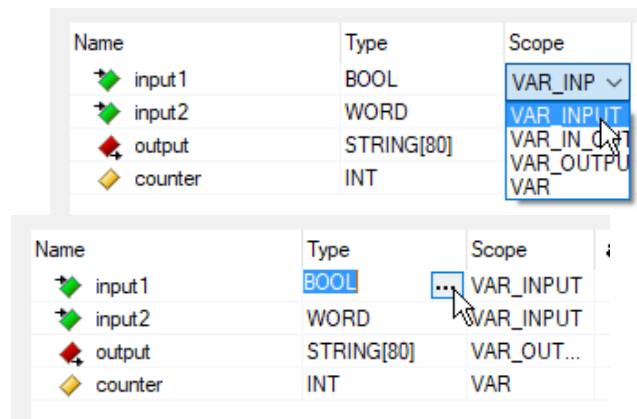

Рисунок 4.4.15 Выбор назначения переменной и выбор типа данных переменной
1.1.2. Открывается окно создания структуры функционального блока, в котором, нажимая кнопку «Add» (рис. 4. 4 .14). Выбрать назначение переменной (вход, выход или внутреннее состояние ФБ) можно в колонке Scope (рис. 4. 4 .15.a). Тип данных указывается в графе Type, простым написанием типа, либо открытием окна расширенного выбора кнопкой (рис. 4.4.15.б), которое позволяет: